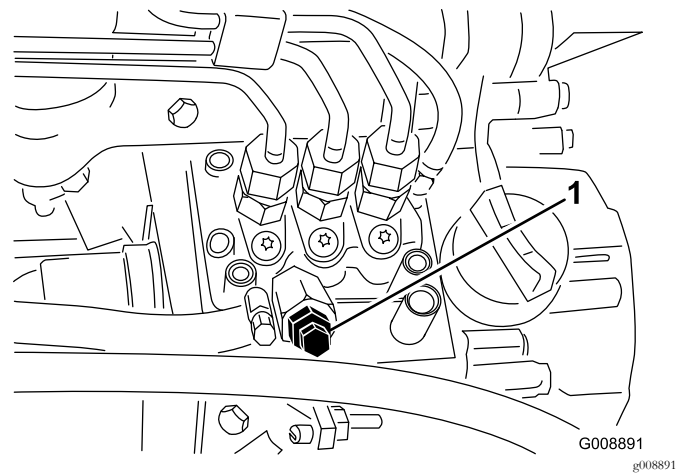

Bild 43
4. Öffnen Sie die Entlüftungsschraube an der Kraftstoffeinspritzpumpe (Bild 43).